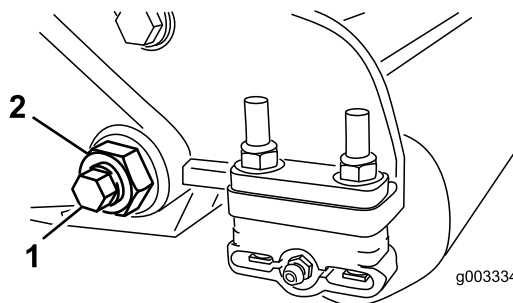

Figure 25
3. De chaque côté de la machine, desserrez le contre-écrou de fixation du boulon de la barre d'appui (Figure 25).
4. Retirez les boulons de la barre d'appui de façon à pouvoir abaisser la barre et la déposer de la machine (Figure 25).